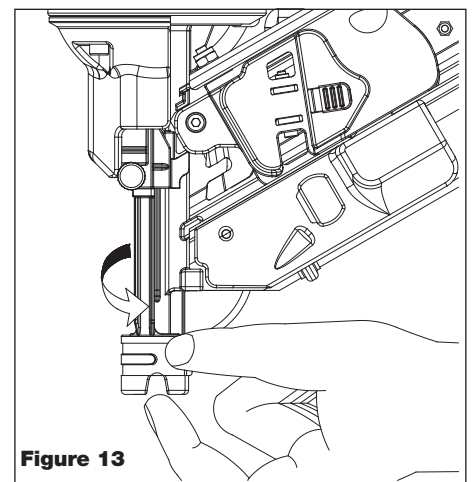

Figure 13
4. Tourner la PC d'un quart de tour à sa position originale comme indiqué. Voir la figure 13.